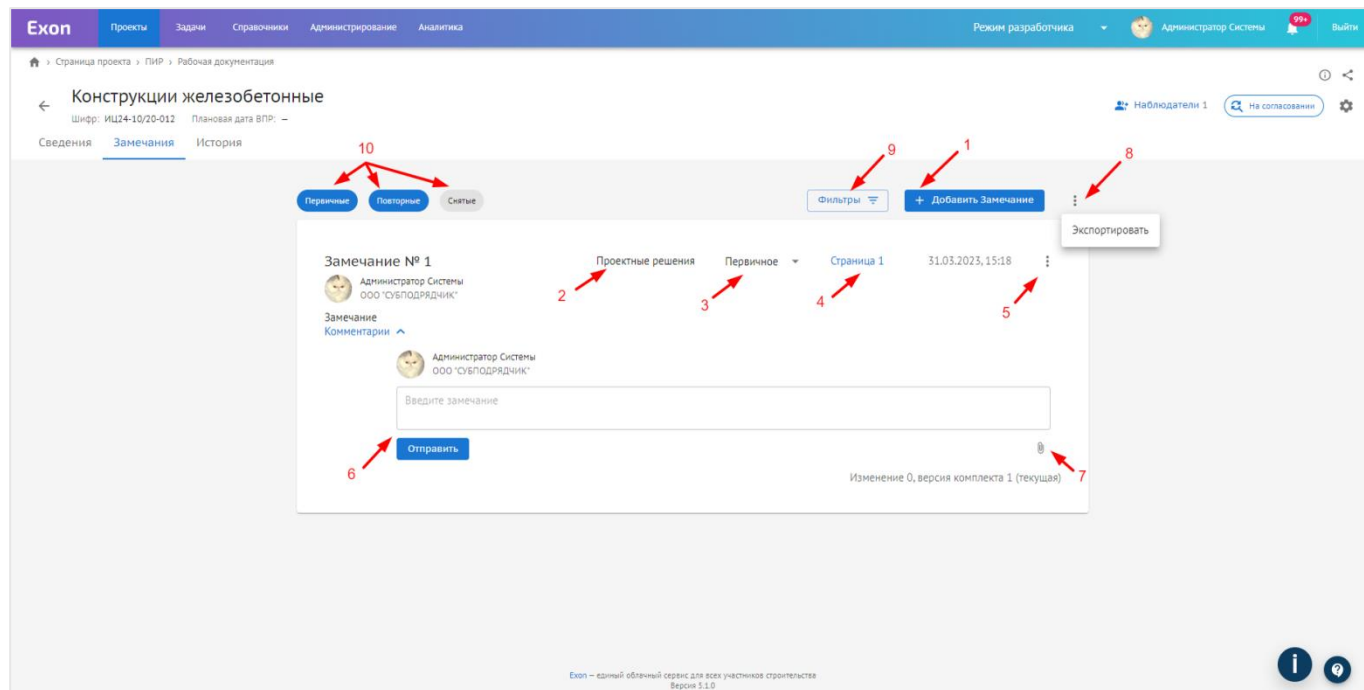

Рис. 31 – Замечания
Для того чтобы добавить замечание, необходимо (рис. 31):
1. Нажать на кнопку «Добавить замечание» (1);
3. Указать раздел, к которому относится замечание (2);
4. Указать статус (менять статус замечания может как его автор, так и сотрудник, инициировавший внутреннее согласование (по замечаниям сотрудников, которым он направил документ на внутреннее согласование), а также пользователь с системной ролью Руководитель проектов (по замечаниям сотрудников своей организации)) (3);
5. Страницу, к которой относится замечание (4);
6. При необходимости, с помощью скрепки прикрепить файлы с устройства к замечаниям (7);
Через три точки (5) можно удалить и отредактировать замечание, на каждое замечание можно отвечать (6), выше, через три точки можно экспортировать историю замечаний в формате excel таблицы (8) и воспользоваться фильтрацией по автору, разделу и версии (9), а так же статусу (10) (рис. 31).